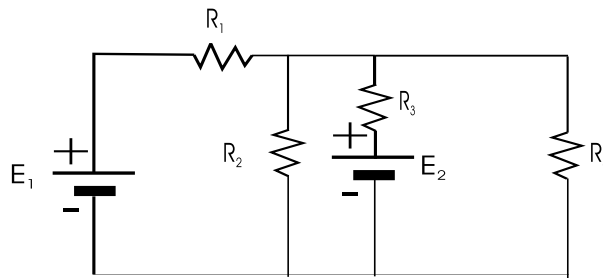

Figura A.14: montagem de aplicação
Considere o circuito da figura A.14.
Realizar a montagem da figura A.14 com os valores de 4.c) da preparação.
- b) medir agora a corrente em  $R_4$  com as duas fontes ligadas de acordo com o circuito da figura A.14 e verificar os resultados experimentais obtidos nesta e na alínea a), por comparação com os os resultados teóricos obtidos na preparação.
Sempre na montagem da figura A.14: